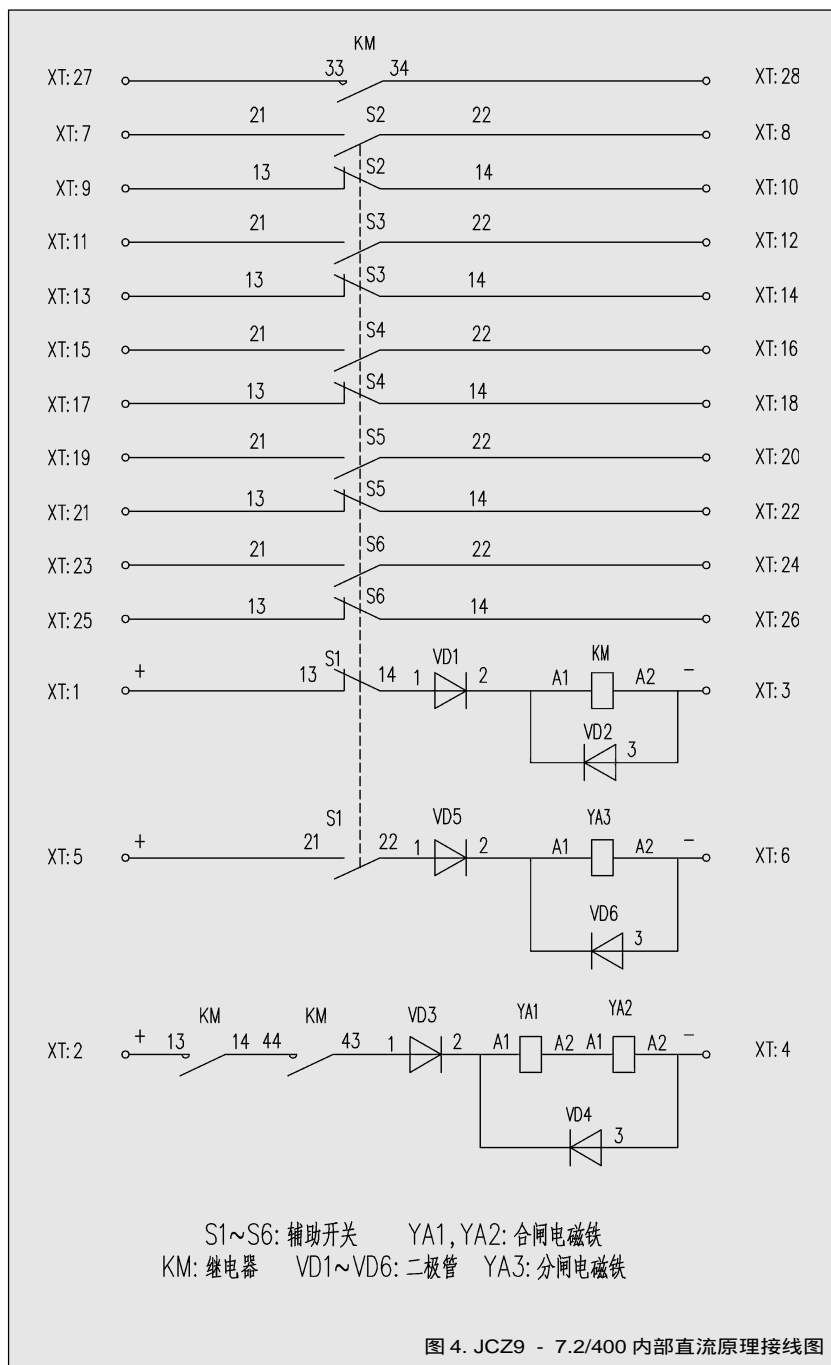
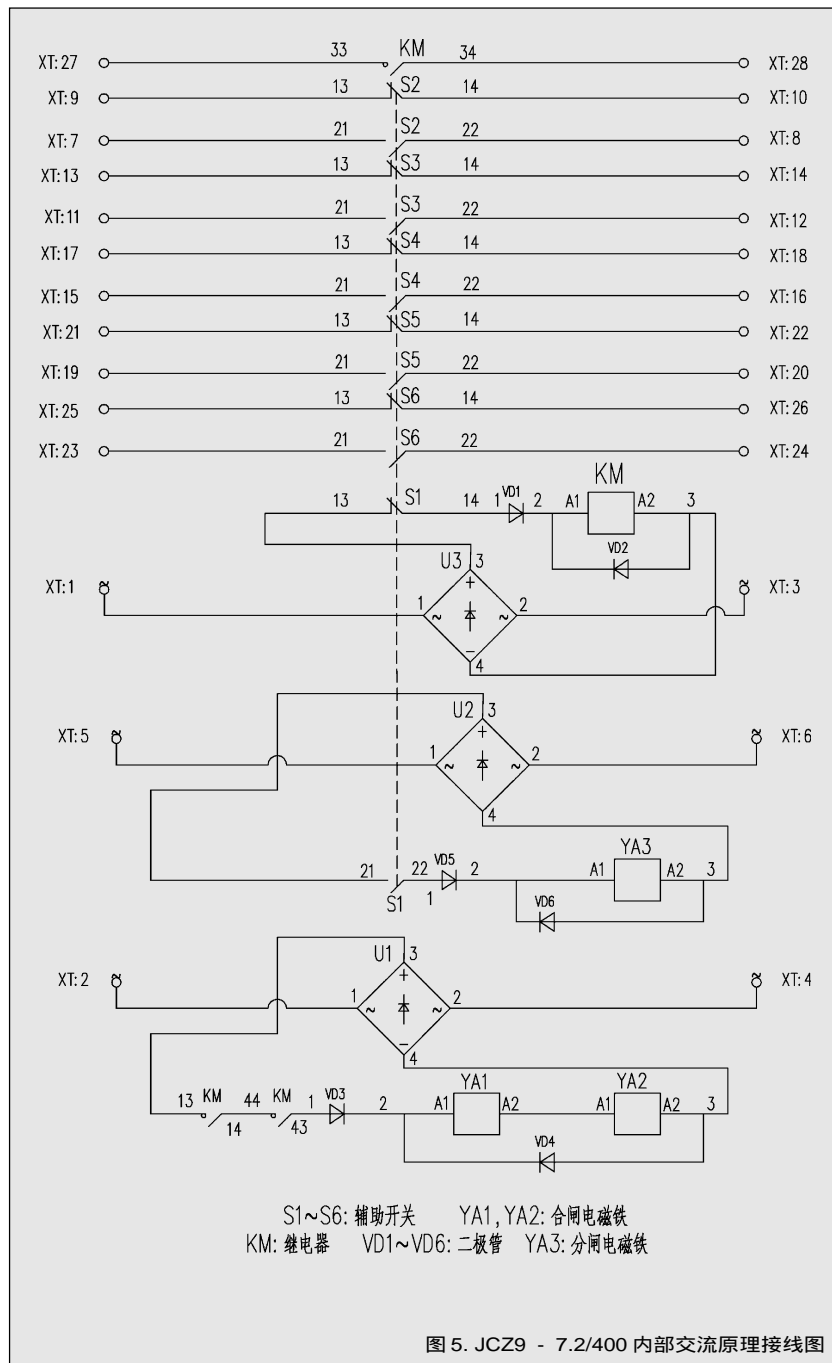

图 4. JCZ9 - 7.2/400 内部直流原理接线图
图5. JCZ9 - 7.2/400 内部交流原理接线图
- 10、此时可将小车缓缓推入柜内，推进时要注意触头的插接情况和小车的定位情况，小车试推后，应退回试验位置进行电气试验。根据原理接线图，检查开关柜各部分电器是否正常(控制性能)，动作是否可靠(图2，图3为典型方案原理图，图4，图5为真空接触器原理及接线图)。